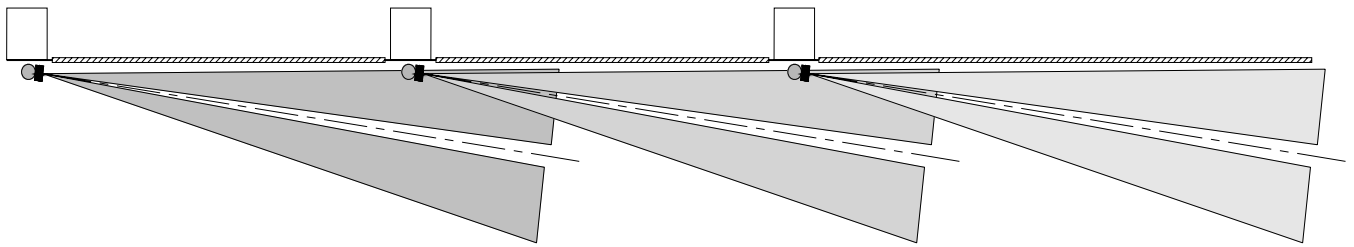

Рис.1.8 Вариант последовательной установки нескольких извещателей.
2.2.5 При установке на заграждении, стене необходимо обеспечить максимальное перекрытие зоной обнаружения возможных направлений движения нарушителя. Варианты установки приведены на рис.1.8, 1.9, 1.10.